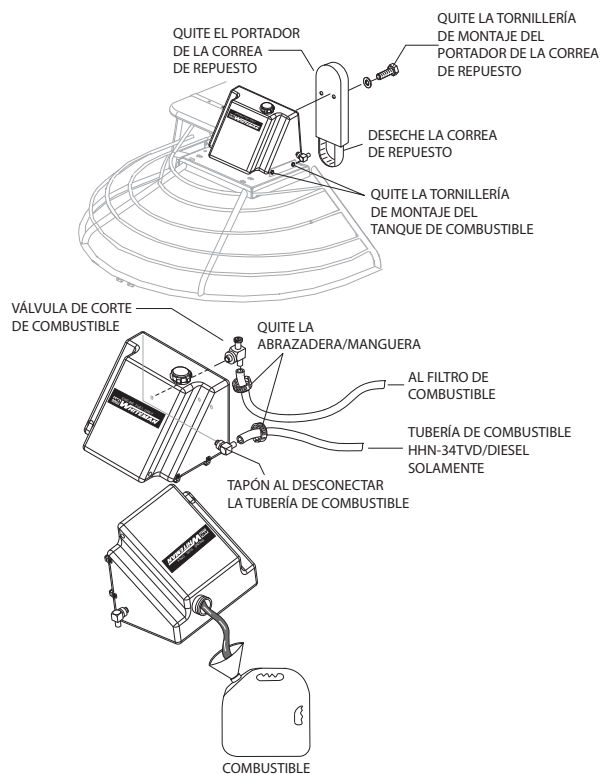

Figura 6. Retirada del tanque de combustible
1. Quite los 2 pernos que sujetan el portador de la correa CVT de repuesto (Figura 6) al tanque de combustible. Quite y deseche el portador de la correa de repuesto y la correa de repuesto.